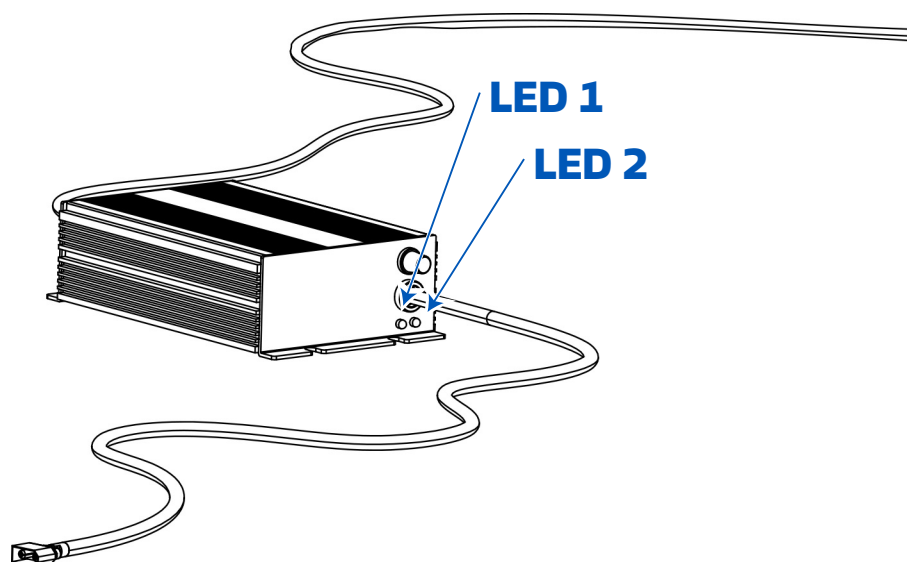

Fig. 4
1. Debe enchufar el cable del cargador a la red doméstica (Fig. 3a). En este punto, el LED 1 del cargador estará en color rojo y el LED 2 en color verde (Fig. 4).